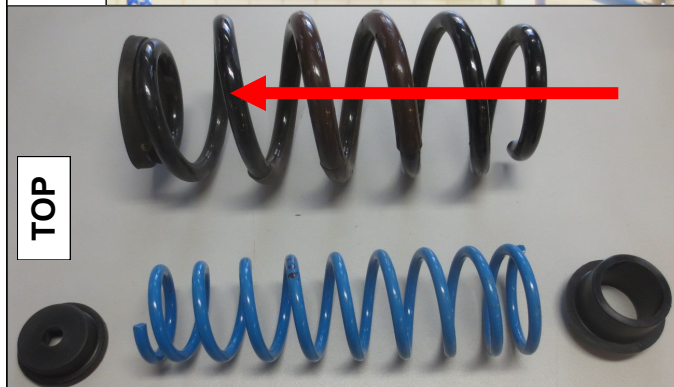

fig. 2
5. Plaats de veerhouder A, hulpveer C en veerhouder B in de hoofdveer. Zie fig. 2 & 3.